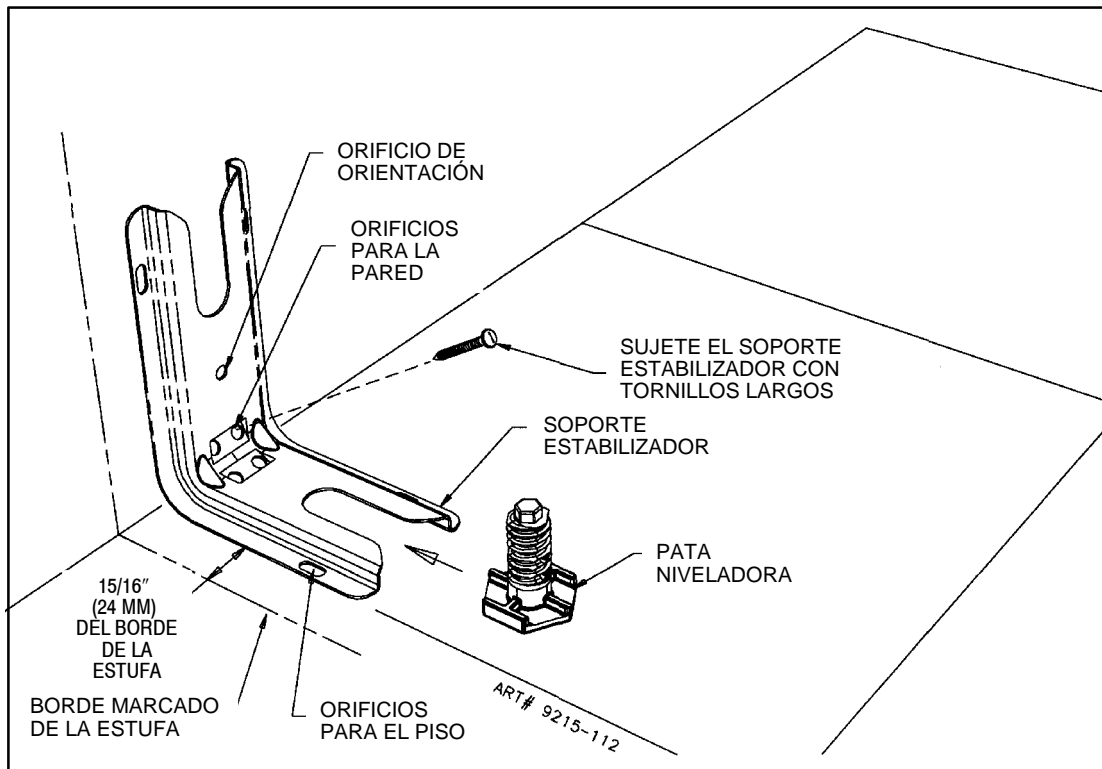
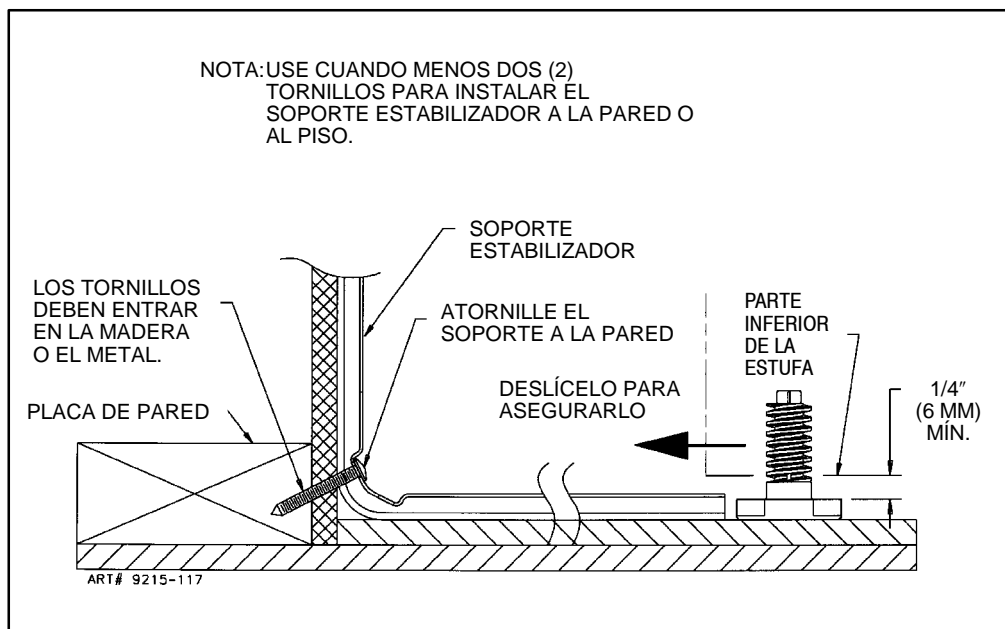

FIGURA 5
FIGURA 6
Instale el soporte con el orificio de orientación en la pata más larga, contra la pared o el piso según se muestra en la figura 5.
PASO 1 - Ubicación del soporte estabilizador (Vea la figura 5.)
- Coloque el SOPORTE a 15/16" (24mm) del "BORDE" marcado hacia el centro de la abertura y contra la pared posterior según se muestra en la figura 5, con el orificio de orientación contra la pared.
- Use el soporte como plantilla y marque los orificios necesarios, según se muestra en la figura 5, para el tipo de construcción que se utilizará.
1. Piso: Ubique el centro de los dos orificios que se identifican en la figura 5 como "ORIFICIOS PARA EL PISO." Taladre un agujero piloto de 1/8" (3 mm) en el centro de cada orificio (puede utilizarse un clavo o una lezna si no tiene una broca). Asegure el soporte ESTABILIZADOR al piso con los dos tornillos que se proporcionan. Continúe con el PASO 3.
2. Pared: Ubique el centro de los dos orificios que se identifican en la figura 5 como "ORIFICIOS PARA LA PARED." Taladre un agujero piloto en ángulo de 1/8" (3 mm) en el centro de cada orificio según se muestra en la figura 6. (Puede utilizarse un clavo o una lezna si no tiene una broca.) Asegure el soporte a la pared con los dos tornillos que se proporcionan según se muestra en la figura 6. Continúe con el PASO 3.
1. En una ferretería pueden obtenerse los tornillos adecuados para las construcciones de concreto. Taladre un agujero del tamaño necesario para los tornillos que se tengan, en el concreto en el centro de los orificios que se identifican en la figura 5 como "ORIFICIOS PARA EL PISO". Asegure el soporte ESTABILIZADOR al piso. Continúe con el PASO 3.
- B. Alinee la estufa en la ubicación que se desee y deslícela hacia atrás en su lugar. Nota: Se necesita una distancia mínima de 1/4" (6 mm) entre la estufa y la pata niveladora que se asegurará al soporte estabilizador, vea la figura 6.